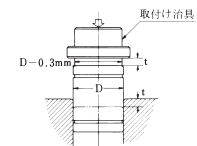

図23
- ✓リニアベアリングは一般の転がり軸受に比べ、外筒の肉厚が薄く、複雑な構造となっておりますので、ハウジングへ組込む際は、ベアリングの両端の止メ輪を直接叩かないよう図23に示すような取付治具を使用して静かに圧入して下さい。